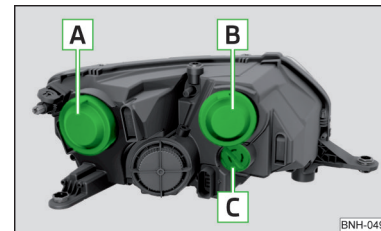

Abb. 161
Glühlampenanzordnung » Abb. 161
- › Die Schutzkappe **A** » Abb. 161 auf Seite 183 abnehmen.
- › Die Schutzkappe **A** » Abb. 161 auf Seite 183 einsetzen.
- › Die Schutzkappe **B** » Abb. 161 auf Seite 183 abnehmen.
- › Die Schutzkappe **B** » Abb. 161 auf Seite 183 einsetzen.